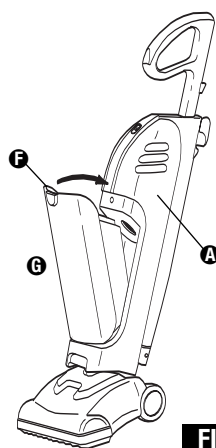

FIG. 6
**Step 4:** To replace dust cup **G**, install bottom of cup into unit **A** (Fig. 6).
**Paso 4:** Para volver a colocar el recipiente para polvo **G**, instale la parte inferior del mismo en la unidad **A** (Fig. 6).